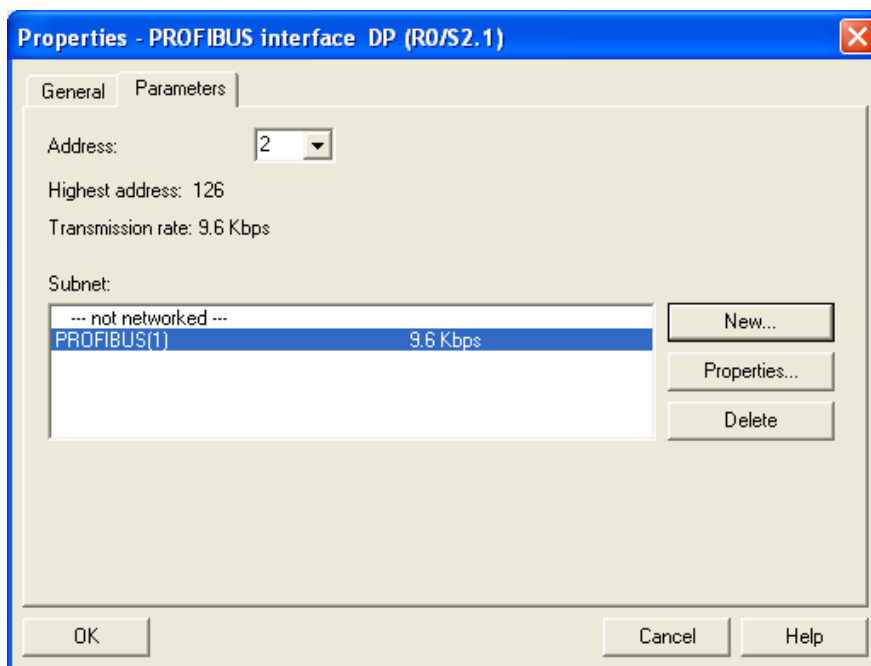

图 10-14
6. 在图 10-14 所示的对话框中对 PROFIBUS DP 总线通讯速率及主站地址进行确认, 确认无误后点击『确定』按钮。